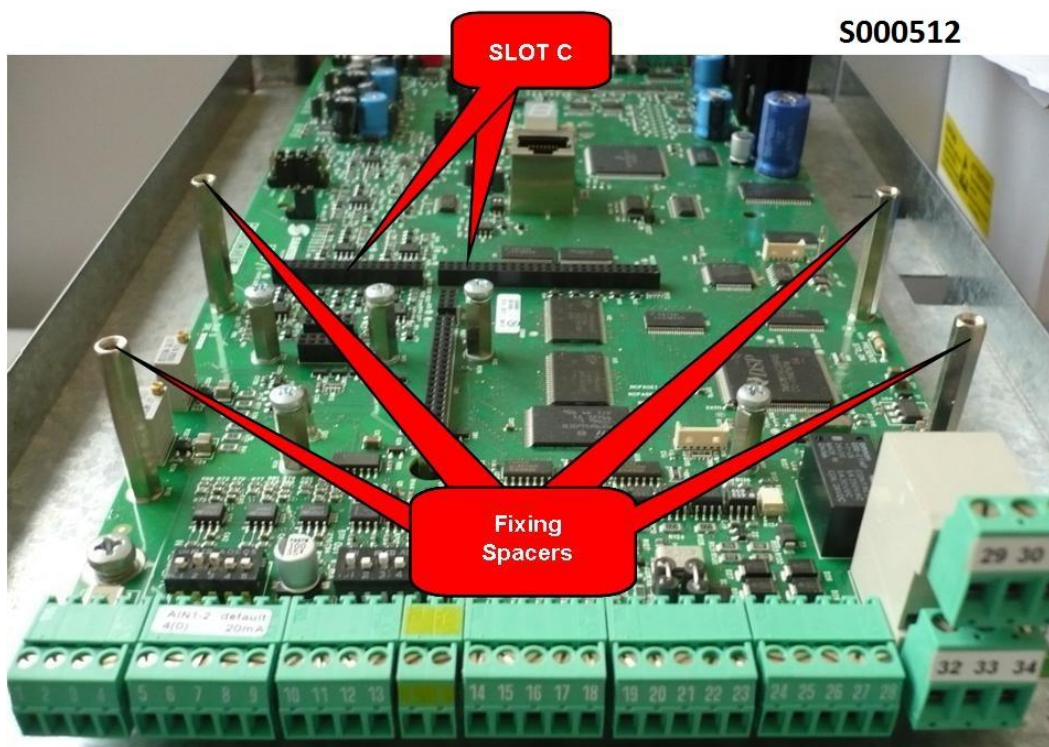

Figura 134: Posizione dello slot C all'interno del coperchio morsettiere Inverter
3. Rimuovere il coperchio di protezione della morsettiere dell'inverter agendo sulle due viti frontali nella parte bassa del coperchio. Risulta così accessibile lo slot C della scheda di controllo sul quale va installata la scheda ES988 come visibile in Figura 134.